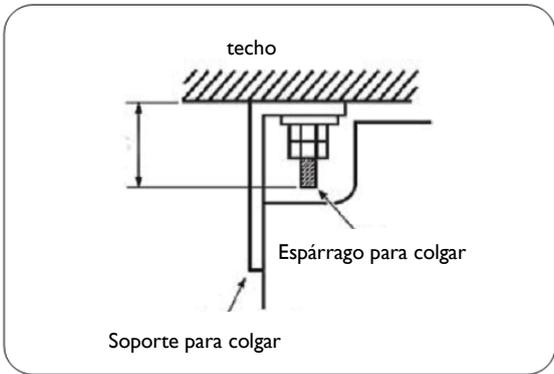

Fig.4
- Fije los espárragos de colgar (utilice espárragos de colgar de M10). Ajuste la distancia entre la unidad y el techo antes, (ver Fig. 4).